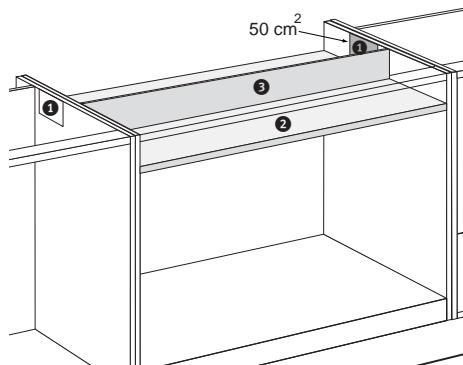

*Fig. 11 : Tiroir au dessous de la table induction*
- Avec un tiroir, il faudra effectuer à l'avant une fente d'au moins 560 x 6 mm (voir fig. 11). **Attention :** un tiroir ne doit pas obstruer les trous d'évent situés dans la partie inférieure de l'appareil.
- La distance entre le tiroir A et la plaque de cuisson doit être d'au moins 10 mm. Dans le cas d'un panneau fixe, aucune aération supplémentaire n'est nécessaire (voir fig. 11).